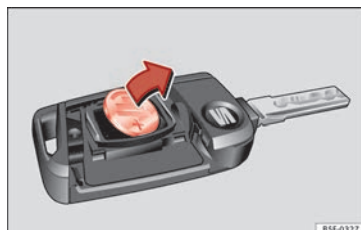

Abb. 119 Fahrzeugschlüssel: Batterie herausnehmen.
- Batterie mit einem geeigneten dünnen Gegenstand aus dem Batteriefach heraushebeln » Abb. 119.
- Neue Batterie wie gezeigt ansetzen » Abb. 119 und entgegen der Pfeilrichtung in das Batteriefach drücken » ❷.